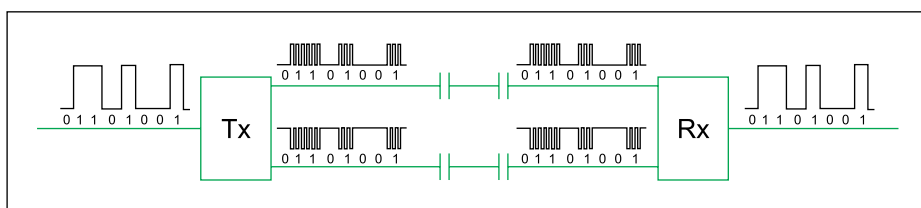

Рис. 1. Модуляция сигнала и прохождение через емкостный барьер
- 3) демодулируется и восстанавливается (рис. 1).